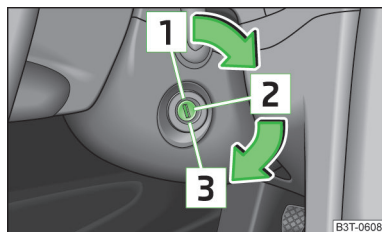

Fig. 133
■ În timpul deplasării, la oprirea motorului, cheia trebuie să se găsească întotdeauna în poziția  » fig. 133 la pagina 139 (contact cuplat). Această poziție este semnalizată prin aprinderea unor lămpi de control în panoul de bord.
■ Demarorul poate fi acționat numai când motorul nu este pornit și autovehiculul staționează. Dacă se acționează demarorul când motorul este în funcțiune  » fig. 133 la pagina 139, se poate deteriora demarorul, respectiv motorul.
#### Motoare pe benzină » fig. 133
#### Motoarele diesel » fig. 133
Dacă **mechanismul de direcție este blocat** iar cheia nu se poate roti, sau se rotește cu greu în poziția **2** » fig. 133, atunci volanul trebuie rotit puțin încolo și înapoi - astfel se deblochează mecanismul de direcție.
- Cuplați contactul **2** » fig. 133 *la pagina 139*.
Opriti motorul prin rotirea cheii de contact în poziția » fig. 133 la pagina 139.